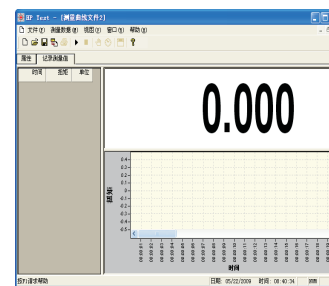

图9
- G. 设置好参数后，点击记录测量值选项卡，切换到曲线显示界面；点击开始按钮▶后，再按TIMER键⌚进行采集测试数据曲线（图9）；